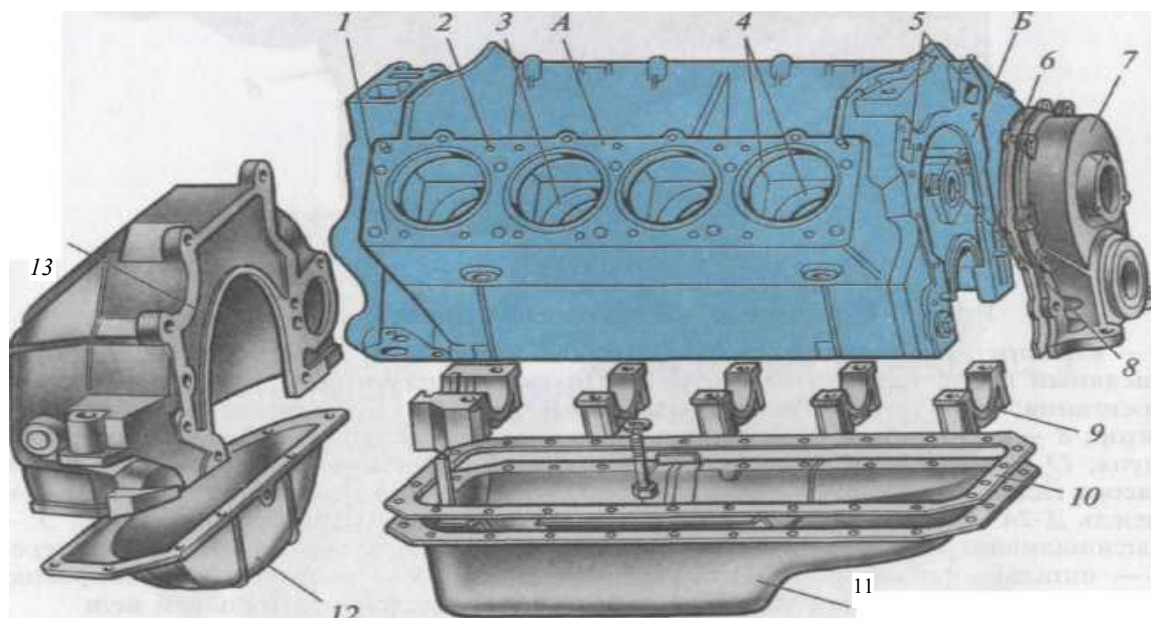

Рис. 6.
21. В таблице 8 (Рис.6) укажите что обозначено позициями А и Б